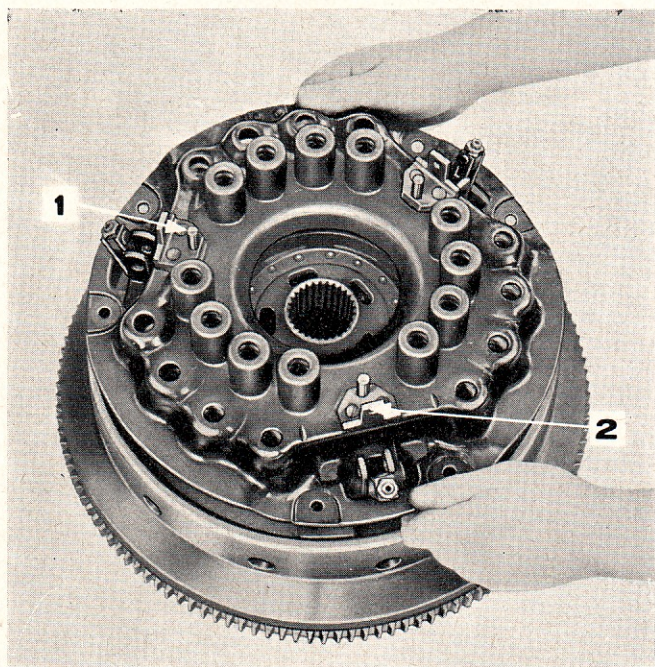

Figure 24: Dépose du couvercle d'embrayage
8. Déposer le couvercle (Figure 24) et les vingt-quatre ressorts placés sur les deux plateaux d'embrayage, puis retirer de la presse le volant et les plateaux.